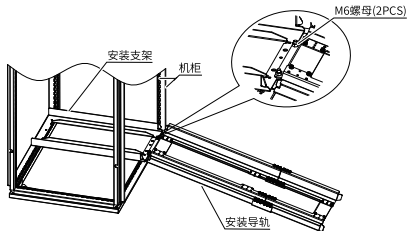

图5-39 安装导轨机柜内安装示意图
- b. 将安装导轨前端的两个圆孔对准安装支架的螺杆，用2个M6螺母锁紧，将导轨安装到机柜上，如第83页“图5-39”所示。